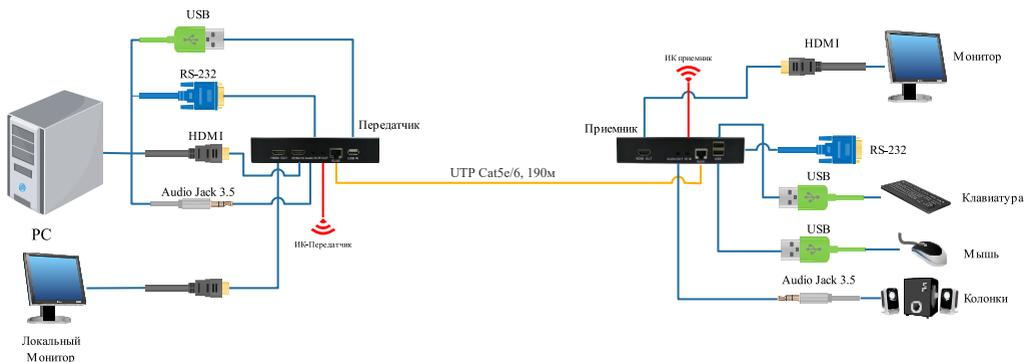

Рис.6 Схема подключения комплекта NS-VIP-HD-KVM-AR в режиме «точка-точка»
Кроме того, на подключенном к приемнику мониторе текущий канал и режим отображения выводится в текстовом виде (см. Рис.6)
- Одновременно удерживайте кнопки K2 и K3 до появления на экране монитора нужного диапазона каналов (Рис.6);